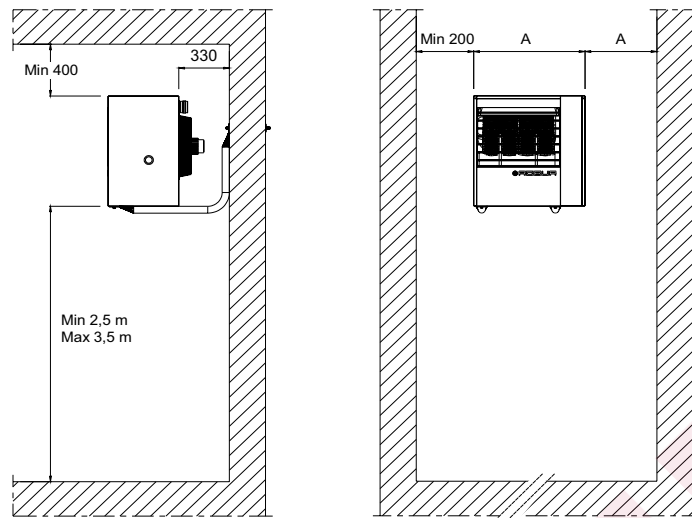

Рисунок 14 – Предельные расстояния
- расстояние между задней поверхностью воздухонагревателя и стеной должно быть таким, чтобы обеспечить отбор достаточного количества воздуха (мин. 330 мм). Минимальное расстояние от боковых стенок приведено на Рисунок 14 на странице 43.
- Рекомендуемая оптимальная высота от пола под воздухонагревателем - 2,5 - 3,5 м (смотри Рисунок 14 на странице 43). Высота менее 2,5 м не рекомендуется, так как воздух на выходе из подающего патрубка может напрямую попадать на людей, создавая чувство дискомфорта. Не рекомендуется устанавливать устройства на высоте более 3,5 м, так как таким образом не обеспечивается обмен воздуха в нижней части пространства помещения, создавая застой холодного воздуха внизу у пола.